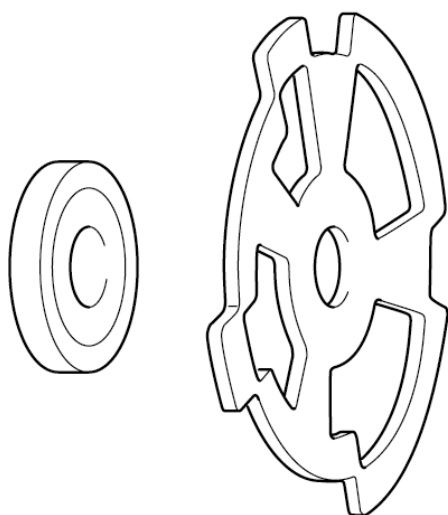

Bild 1: Geberrad mit ausgepresster Distanzscheibe
**Kettenräder aus Sintermetall:** Geberrad und Distanzscheibe sind zweigeteilt (Bild 1). Die Distanzscheibe ist in das Kettenrad eingepresst. Das Geberrad für den Nockenwellensensor ist vor dem Kettenrad mit eingepresster Distanzscheibe auf der Einlassnockenwelle montiert.